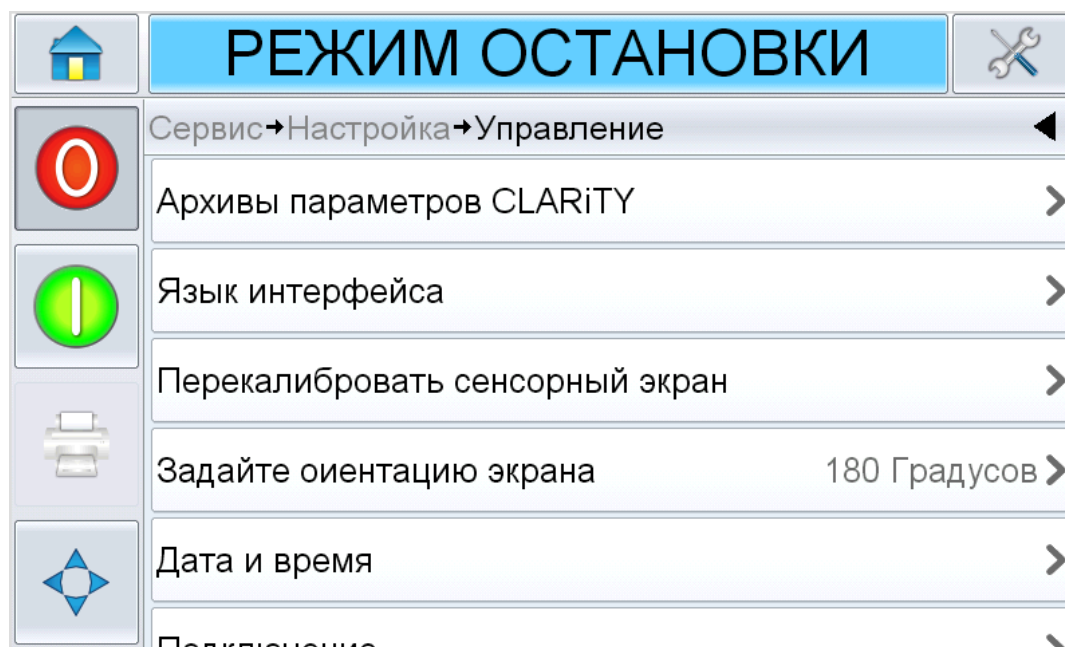

Рис. 4-2: Ориентация экрана
1. Войдите в *Сервис > Настройка > Управление* как показано на Рисунок 4-2.